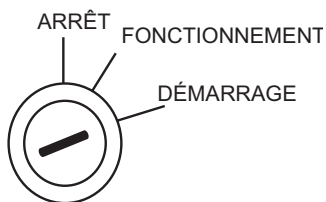

Figure 42. Commutateur d'allumage (Position Démarrage)
4. Tournez la clé de contact (Figure 40) en position **DÉMARRAGE** (Figure 42). Dès que le moteur démarre, relâchez la clé de contact et laissez-la retourner en position **RUN (FONCTIONNEMENT)** (Figure 40).